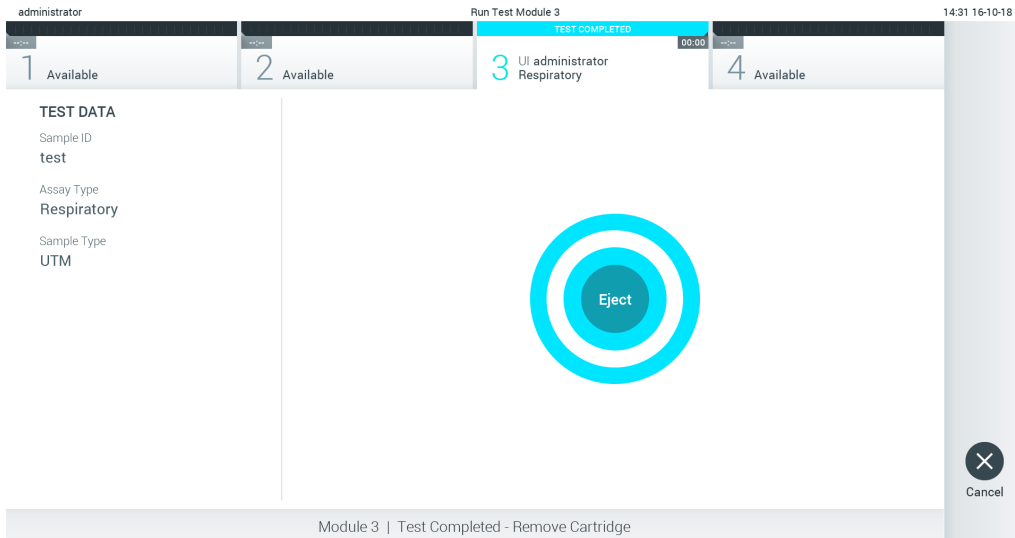

图 29. Eject (排出) 屏幕。
10. 测试运行完成后，将显示 Eject（排出）屏幕（图 29）。按下触摸屏上的  Eject（排出）按钮取出 QIAstat-Dx 检测试剂盒，并按照所有国家、州和当地健康和法规和法律，将其作为生物危险废弃物进行处置。